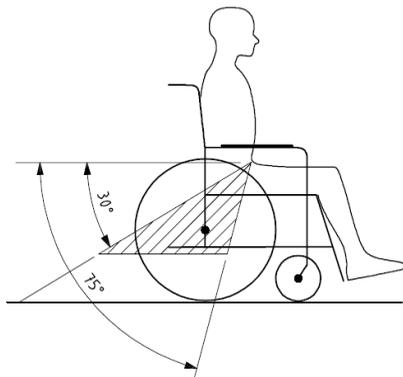

Abbildung 23
- Es wird die Benutzung des Becken-Sicherheitsgurtes empfohlen, der sich im vorderen Beckenbereich befindet, damit der Winkel des Gurtes im Vergleich zur Horizontalen, wie in Abbildung 23 angezeigt, Werte von zwischen 30° und 75° einnimmt; ein größerer Winkel im vorgesehenen Einstellungsbereich ist empfehlenswert